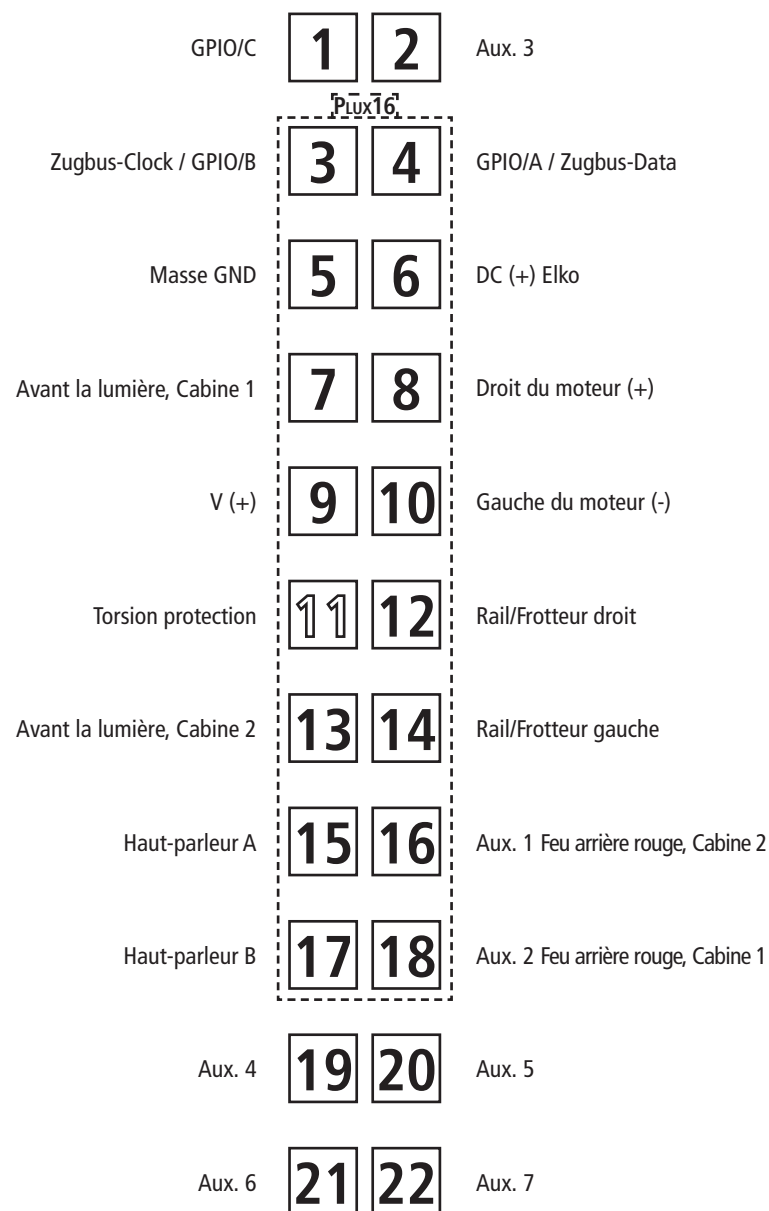

Fig. 5
3. Haftreifenwechsel: Zuerst den Getriebedeckel abnehmen (Fig. 4). Danach den **Radsatz** herausnehmen und die **Haftreifen** mit einer Nadel od. mit einem feinen Schraubendreher abziehen (Fig. 5). Beim Aufziehen der neuen Haftreifen darauf achten, dass diese sich nicht verdrehen.
3. Change of traction tyre: Remove the gear cover (fig. 4). Take out **wheel set** and remove **traction tyre** using a pin or a fine screwdriver (fig. 5). When pressing on the new traction tyre please **avoid twisting it**.
3. Échange des bandages d'adhérence: Démontez d'abord **le couvercle du carter des engrenages** des engrenages (fig. 4). Délogez ensuite les essieux bandagés et enlevez, à l'aide d'une aiguille ou d'un tourne-vis fin, les bandages d'adhérence (fig. 5). Lors du montage des nouveaux bandages veuillez veiller à ce que les bandages **ne soient pas tordus**.